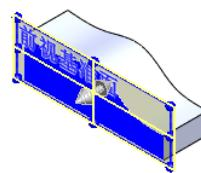

图 6.11.6 定义参考剖面
(2) 定义剖面。在“剖面视图”对话框的 **剖面 1(1)** 区域中单击  按钮, 以前视基准面作为剖面, 此时可看到在绘图区中显示的特征为曲面, 如图 6.11.6 所示。单击  按钮, 关